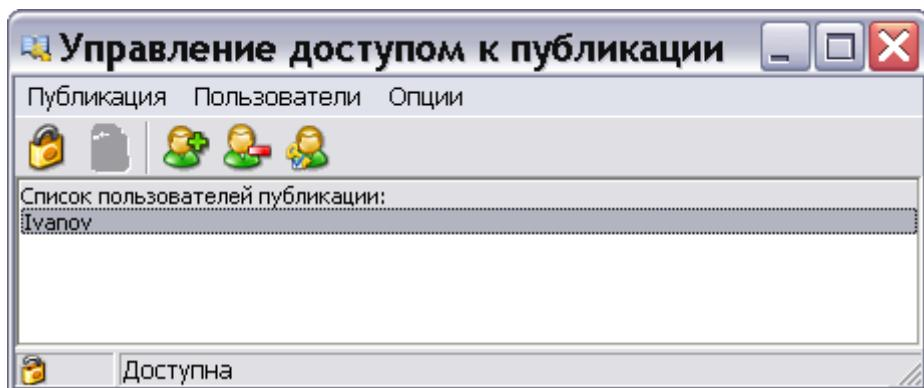

Рис. 201
5. Введите имя пользователя и пароль доступа к публикации. Нажмите на кнопку **OK**. После этого имя пользователя появится в окне **Управление доступом к публикации** (Рис. 201).